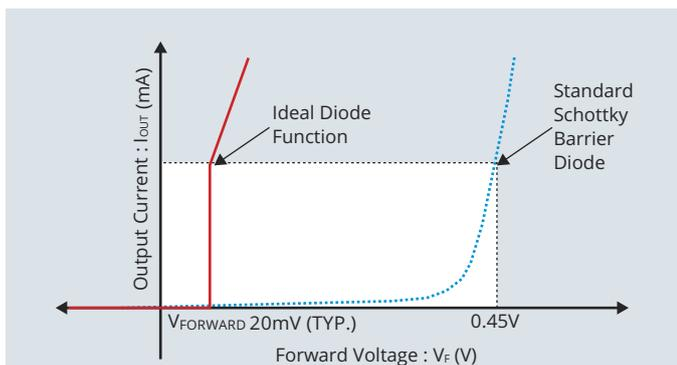

Bild 1: V-I Charakteristik einer idealen Diode
In Wahrheit ist der TOREX IC ein kleiner Load Switch mit einem geringen Einschaltwiderstand und einer idealen Dioden-Funktion. Die ideale Dioden-Funktion hat eine sehr geringe Durchlassspannung (VF) von nur 20mV (normalerweise bewegt sich diese bei Schottky Barrier Dioden (SBD) im Bereich von 300 bis 400mV) und daher ist der Spannungs- und Leistungsverlust in der Applikation mit den XC8110/8111 ICs viel kleiner als mit herkömmlichen SBDs. Dies verbessert die Batterielebensdauer und hilft bei thermischen Problemen – siehe Bild 1.